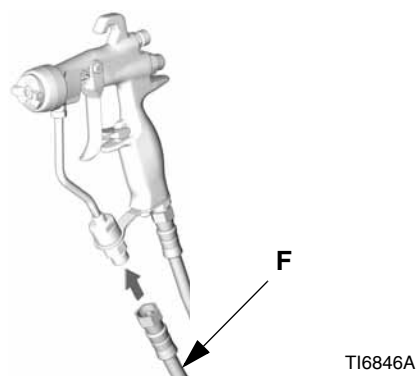

Рис. 4
2. Соедините шланг для жидкости (F) с впускным отверстием жидкости на пистолете. См. Рис. 4. При необходимости установите поворотное соединение для жидкости (189018) на входном отверстии пистолета для улучшения маневренности. Смотрите раздел Принадлежности на странице 35.